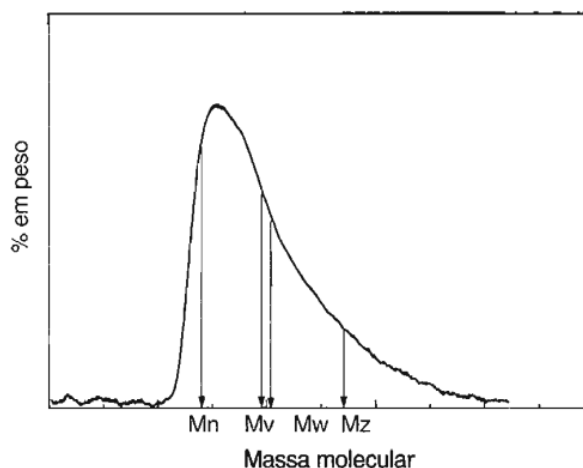

Figura 1 - Curva de distribuição de massa molar mostrando os quatro valores médios principais.
1. Na Figura 1, estão representados os valores médios principais da massa molar de um polímero hipotético. A partir desta, pode-se verificar que $M_n < M_w$. Explique as possíveis razões para que isso ocorra.